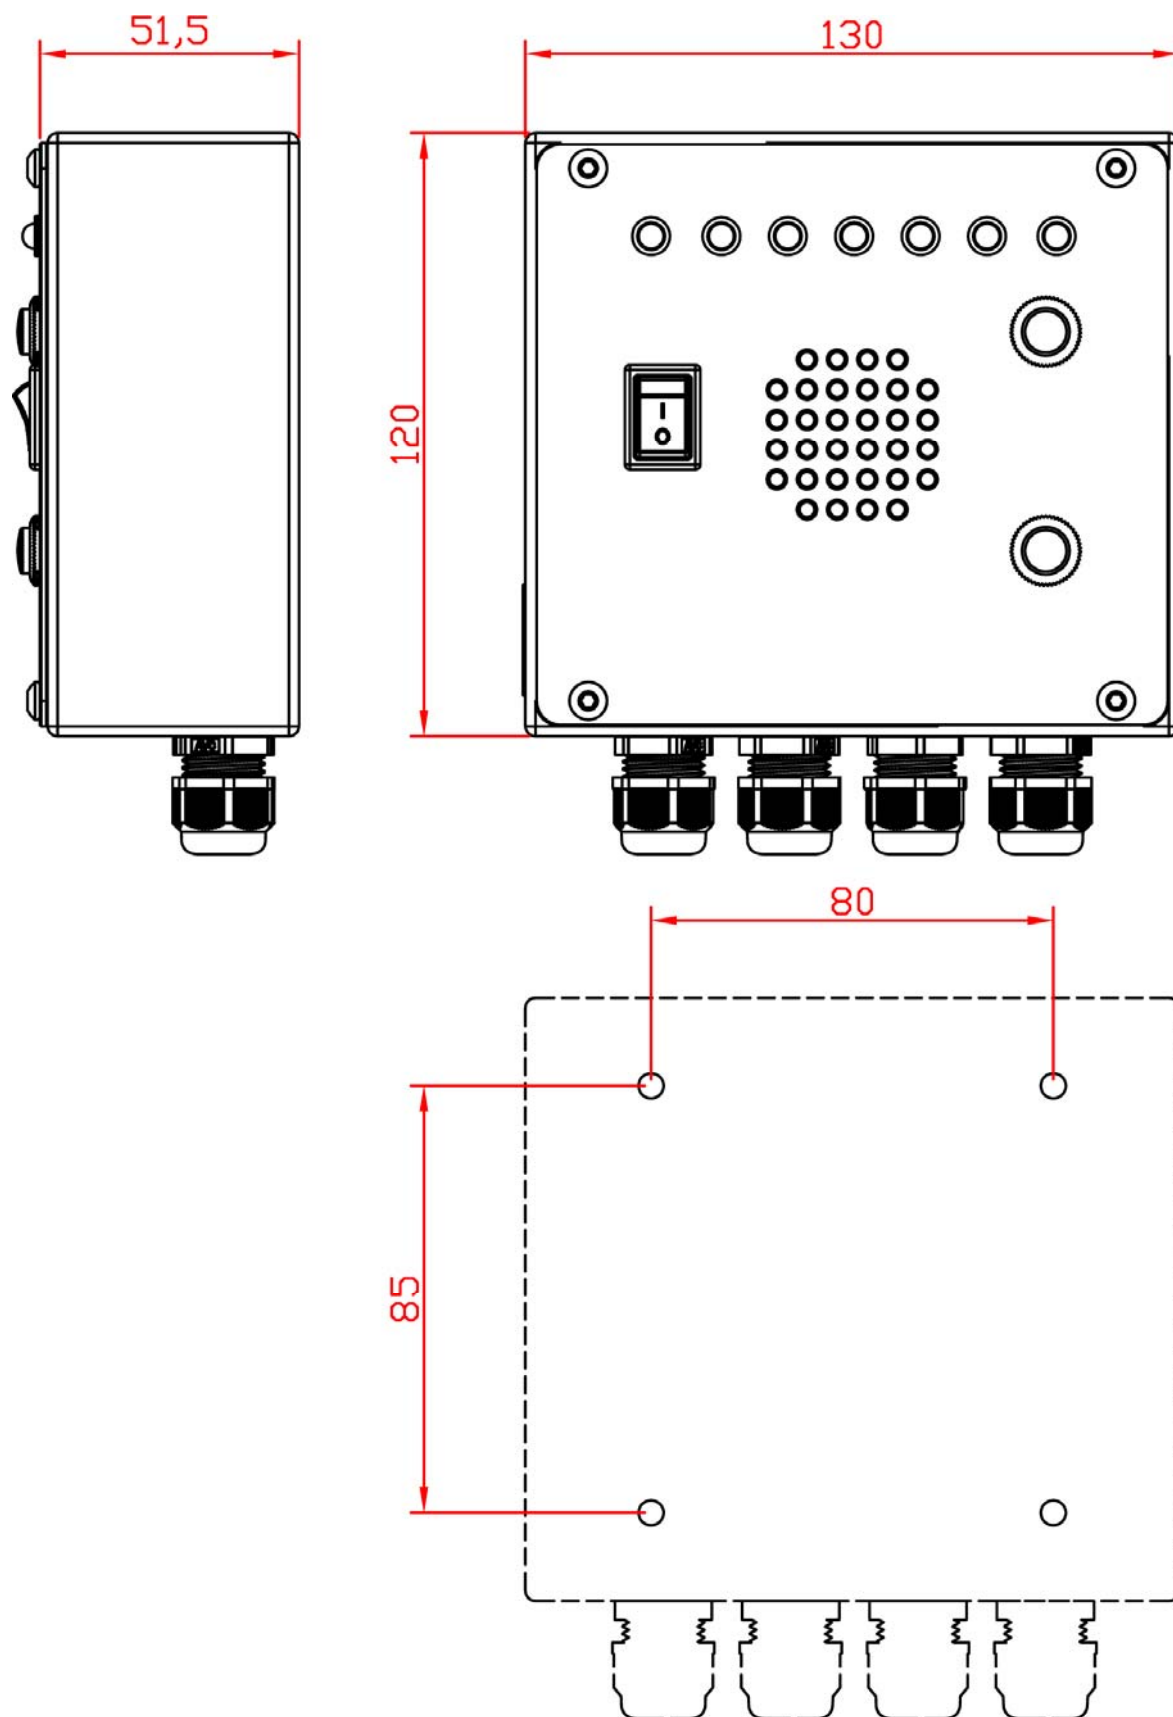

Рисунок 2. Габаритный чертеж устройства.
2. Подготовьте крепежные отверстия для установки прибора в панели (смотрите Рисунок 2).
2. Установить на контакты 3 и 4 разъёма «X4» устройства джампер (перемычку) (смотрите Рисунок 2)